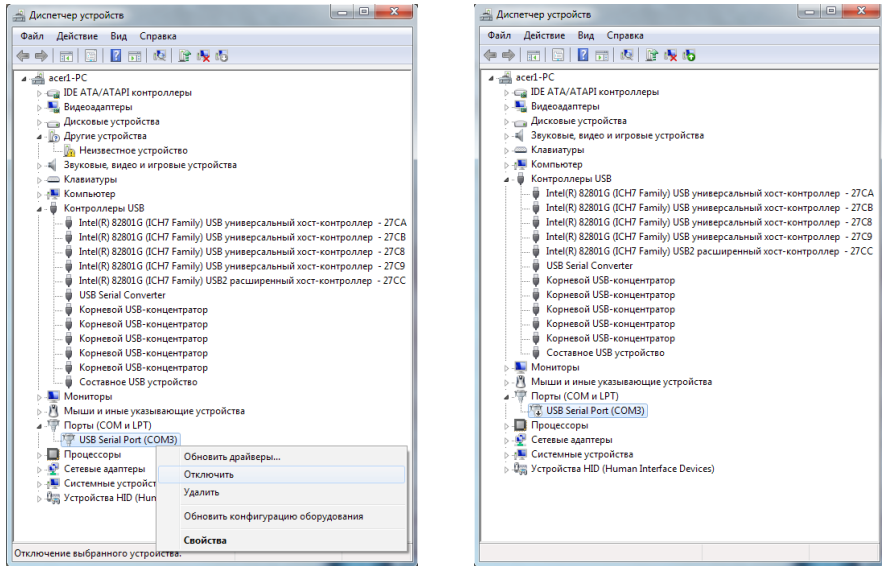

Рис.3. Установка драйверов для Microsoft Windows 7.
- Для нормального функционирования приборов АвтоГРАФ-GSM в среде Windows 7, необходимо отключить последовательный порт, созданный в процессе установки драйверов. Для этого необходимо щелкнуть правой кнопкой на устройстве USB Serial Port (COMx) (в разделе «Порты COM и LPT») и в появившемся контекстном меню выбрать пункт «Отключить», при этом значок устройства изменится с  на , как показано на Рис.3.